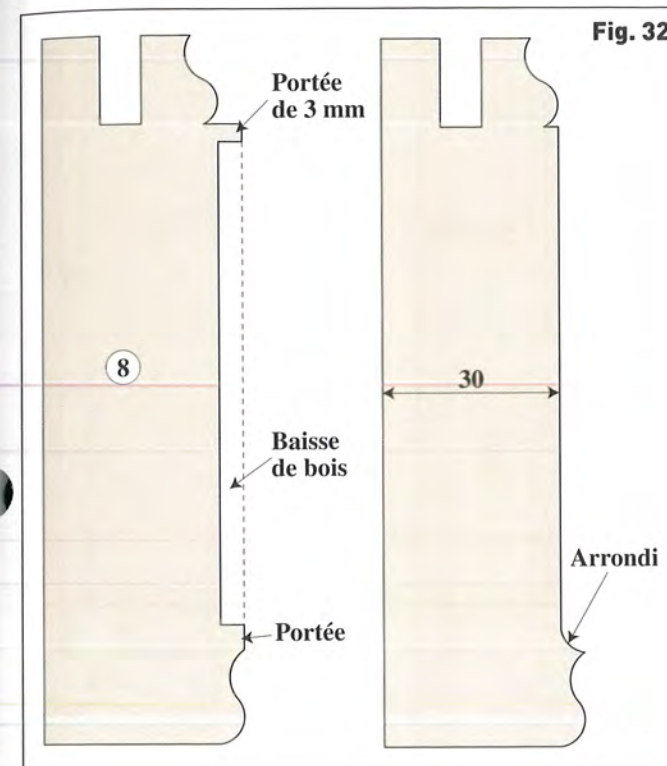

Fig. 32
Reprenez les traverses (8) ainsi que votre défonceuse, toujours réglée à 4 mm de profondeur de travail. Sur toute la surface des traverses, réalisez la baisse de bois de 4 mm, en laissant une portée en partie haute et basse de la traverse (Fig. 32). Avec un outil plat, enlevez la portée du haut. Sur le bas, prenez une gouge creuse pour raccorder le fond plat à la moulure en réalisant un congé.